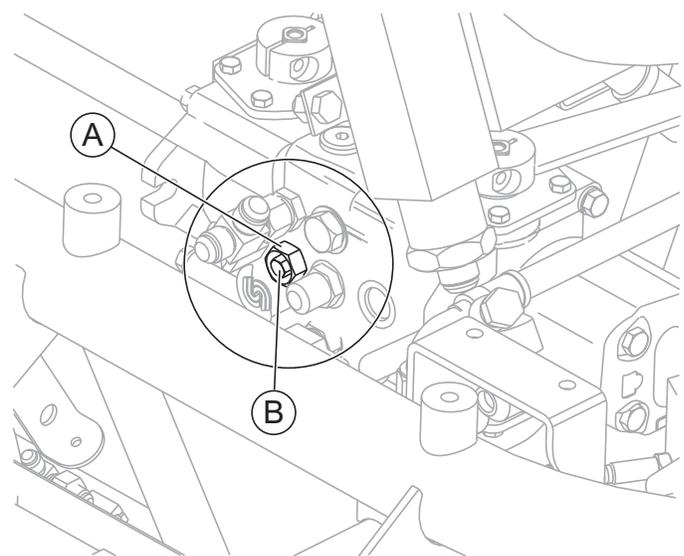

Abbildung 43. Einstellung des Lenkdrucks
3. Die 27-mm-Gegenmutter am Ladeentlastungsventil (A, Abb. 43) lockern.
4. Die kleine Sechskantmutter in der größeren Sechskantgegenmutter (B, Abb. 43) mit einem 12,7-mm-Schraubschlüssel justieren.